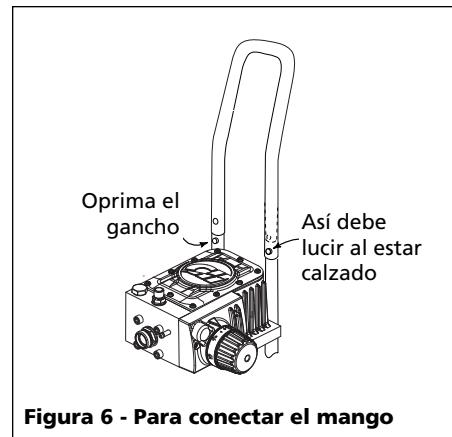

Figura 6 - Para conectar el mango
7. Parese detrás de la unidad y sostenga el mango por los extremos inferiores. Con los dedos oprima los ganchos y continúe empujando el mango hasta que comience a calzar. Finalmente continúe empujando coamanos en la parte superior del mango hasta que haya calzado por completo (Vea la Figura 6).